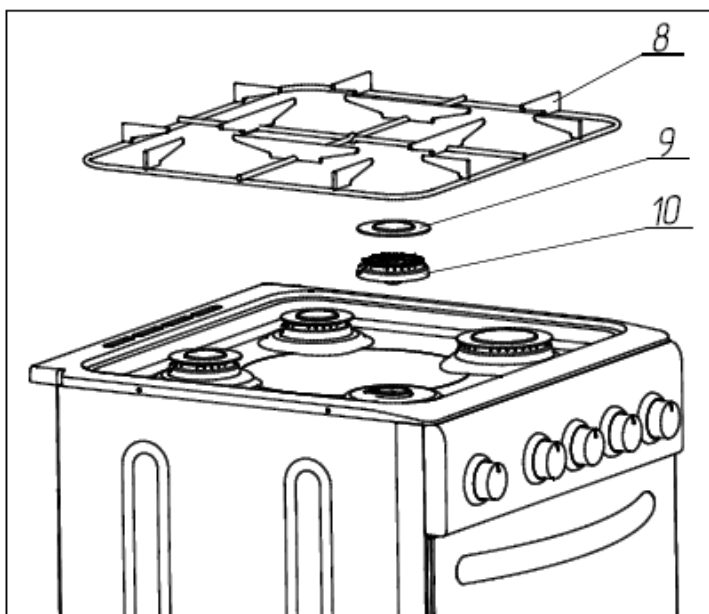

Рисунок 3 – Подготовка плиты к замене сопла.
– снять решётку (8) с поддона плиты, а также крышки горелок (9) и вынуть насадки (10) (см. рис. 3);
– отвинтить винты (14) – 8 шт. и снять поддон с крышкой с плиты;